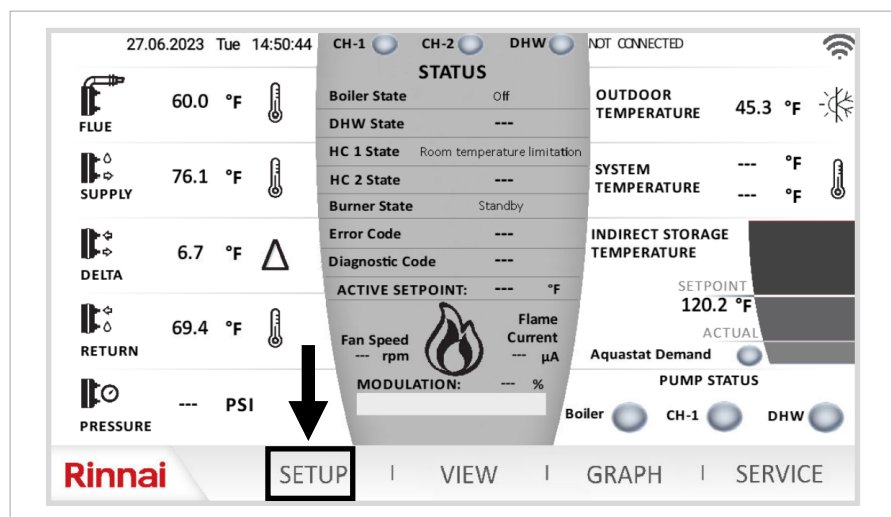

Figure 1
1. Appuyer sur Setup (installation/configuration) sur l'écran d'accueil (figure 1). Le contrôleur invite l'utilisateur à sélectionner le niveau d'accès et à entrer le mot de passe. Le mot de passe de l'installateur est **9419**. Les niveaux d'utilisateur Technician (technicien) et Engineer (ingénieur) sont **UNIQUEMENT** accessibles aux employés de Rinnai.